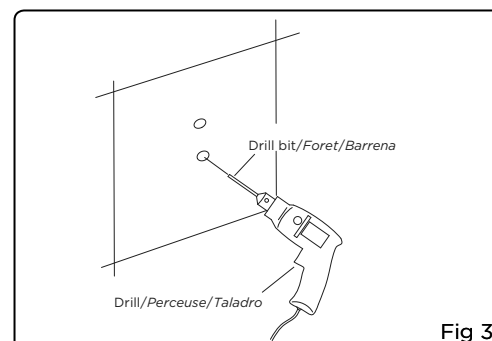

Fig 3
3. Using the drill bit, carefully drill four holes. TIP: INSTALL ONE POST, THEN ASSEMBLE SLIDE BAR AND CONFIRM HOLE POSITION OF SECOND POST BEFORE DRILLING (Fig 3).
3. À l'aide d'un foret, percer délicatement les quatre trous. CONSEIL: INSTALLER UN POTEAU, PUIS ASSEMBLER LA BARRE DE MONTAGE. VÉRIFIER LA POSITION DU TROU DU SECOND POTEAU AVANT DE PERCER (fig. 3).